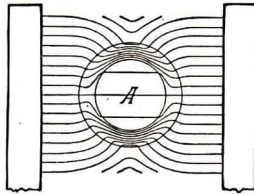

Abb. 287. Eisen im Feld
d) Eisen im Feld (Abb. 287) zieht die Kraftlinien an sich. Man sagt, die Kraftlinien gehen lieber durch Eisen als durch Luft.